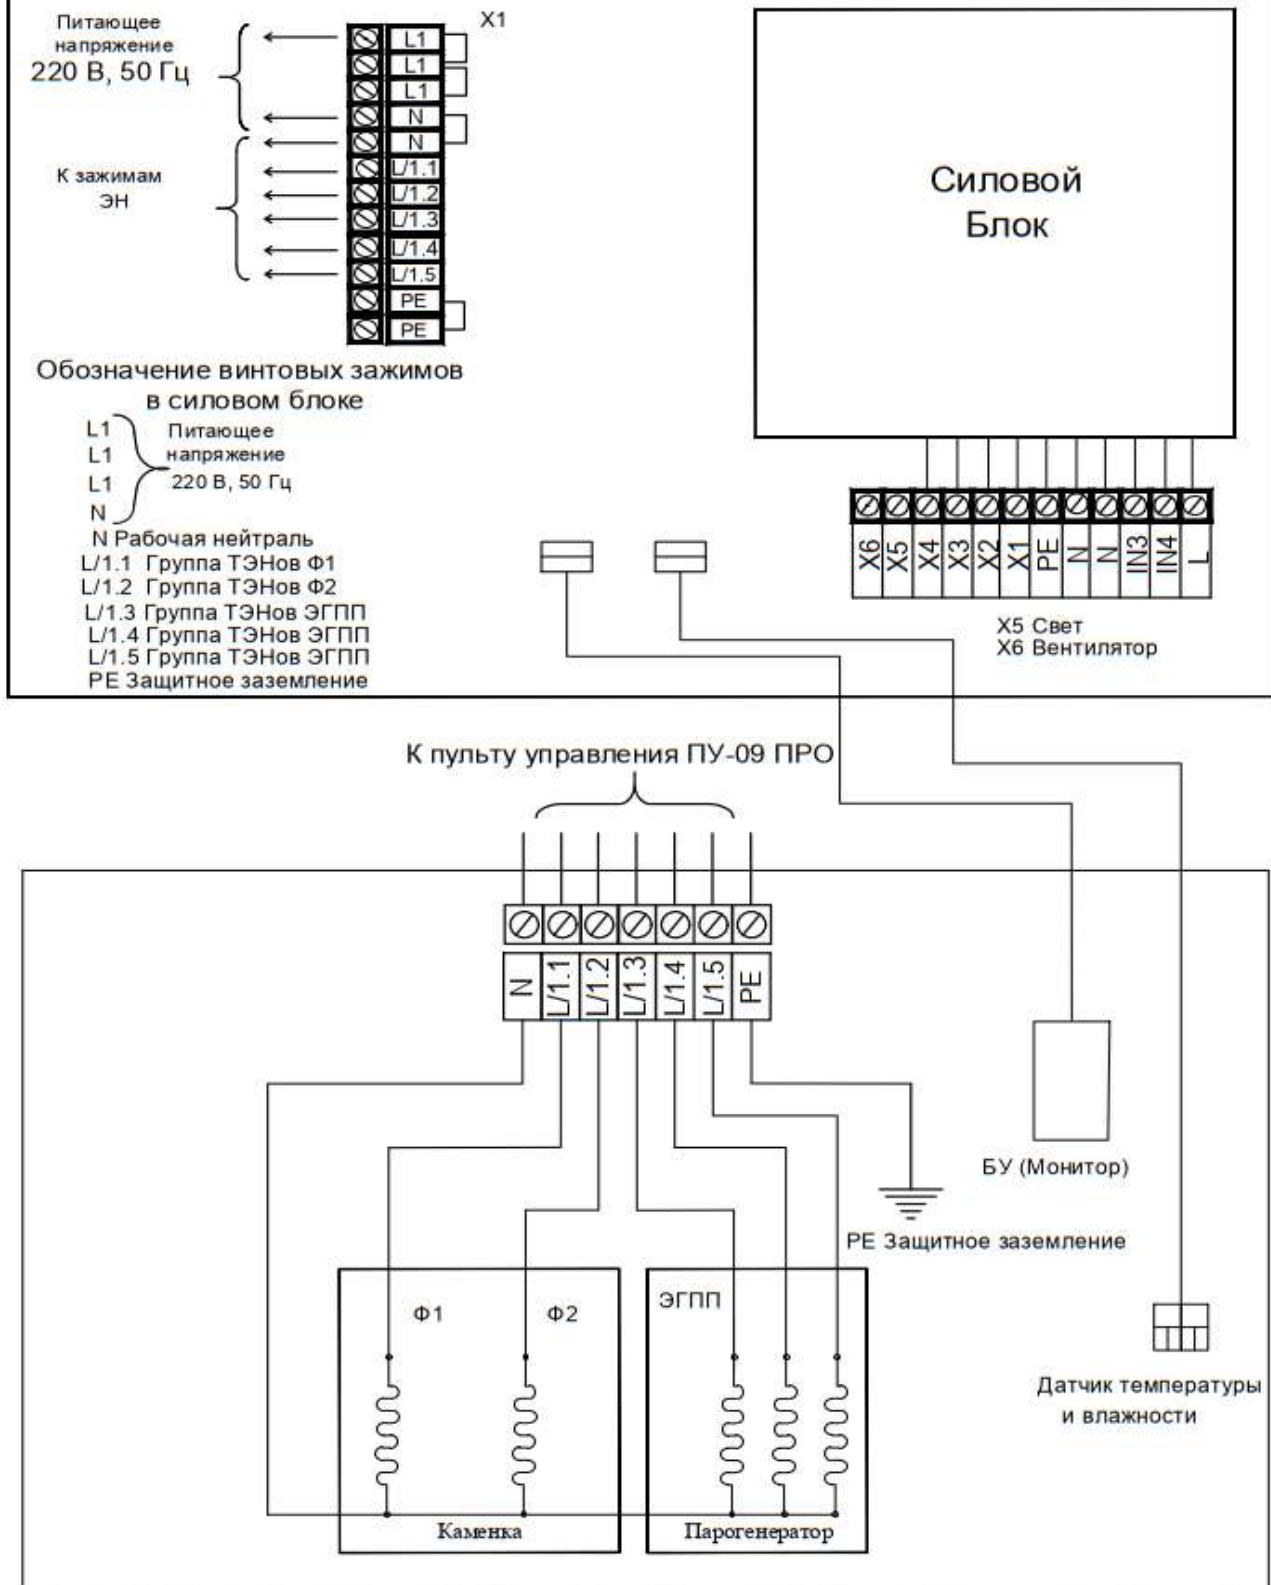

Рисунок 1 – Схема электрических соединений ЭН и ПУ-09 VVD PRO 2,25-6,25/220
1.4.5 Схема электрических соединений ПУ и ЭН приведена на рис. 1, 2, 3.
2.1.2.6 К выходным клеммам ПУ (маркировка клемм для каждого типа ПУ указана на рис. 1, 2, 3 Настоящего Руководства) подключить кабель электронагревателя. ЭН подключается к ПУ кабелем в термостойкой изоляции типа: РКГМ, ФКГМ, ПРКС или аналогичным, сечением не менее указанного в Руководстве ЭН. Концы жил кабеля, подключаемые к ЭН и ПУ, должны быть облужены или оснащены специальными наконечниками.